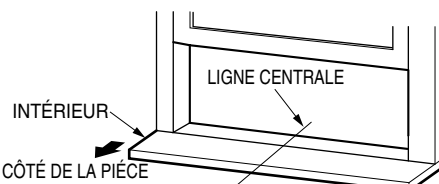

Fig. 8
1. POSITIONNEMENT DE L'APPAREIL DANS LA FENÊTRE Ouvrez la fenêtre et tracez une ligne au centre du seuil intérieur tel qu'illustré à la Fig. 8.